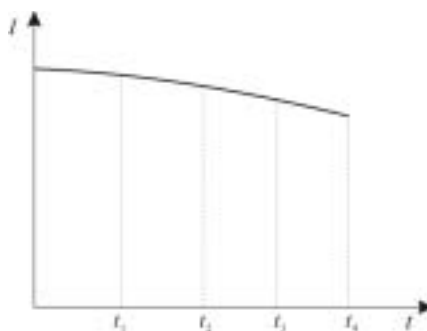

图 2-60 $I-t$ 积分图
1. 由测得电压 U 及标准电阻 R_s ，求得电流 $I = \frac{U}{R_s}$ ，以此电流 I 对相应的时间 t 作图，如图 2-60 所示，求出其包围的面积即总电量 It 。如为直线，可按梯形法求出面积。